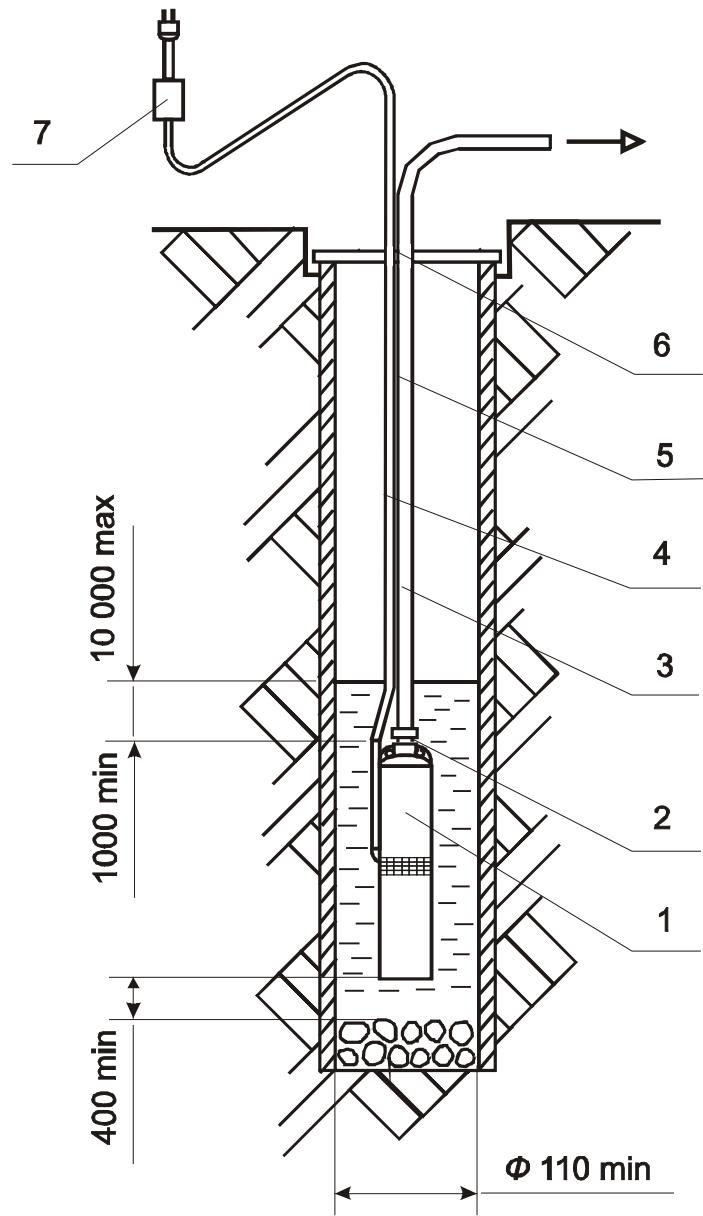

Рис. 4.
- соединить электронасос с помощью переходников с напорным трубопроводом или шлангом не менее 3/4 дюйма (см. рис. 4)